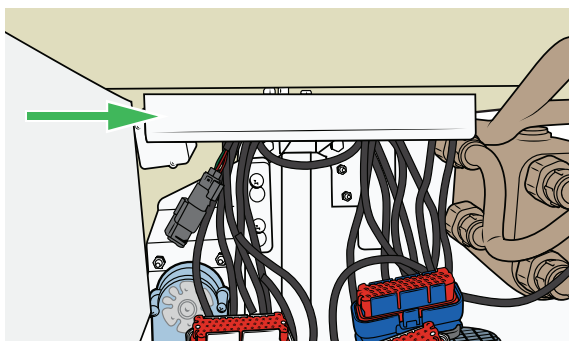

Figure 37
20. Déclipsez le support de câbles pour accéder aux câbles. Voir Figure 37.